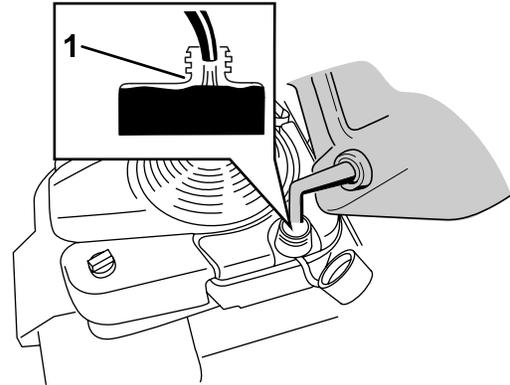

Bild 12
1. Reinigen Sie den Bereich um den Tankdeckel und nehmen den Deckel ab (Bild 12).
2. Füllen Sie den Kraftstofftank; lassen Sie mindestens einen Leerraum von 6 mm bis zur Unterkante des Einfüllstutzens, damit sich das Benzin ausdehnen kann (Bild 12).